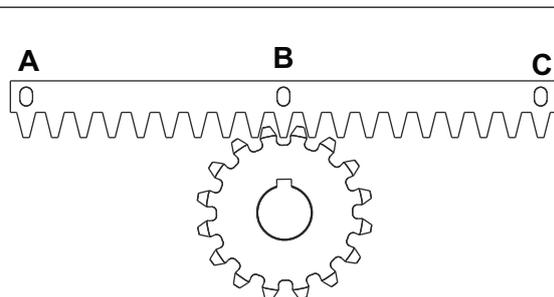
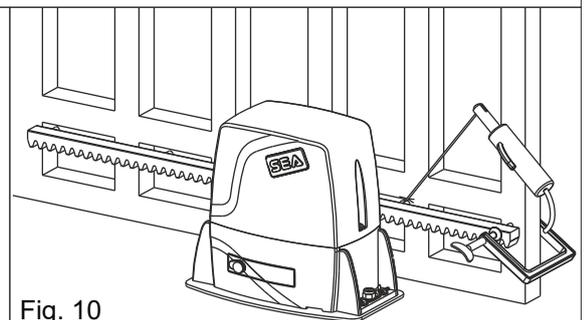

Fig. 9
Fig. 10
**5.3.** Das Zahnstangenelement parallel zur Bodenschiene des Tores, auf das Ritzel des Antriebs legen, siehe Abb. 9, ausrichten und den mittleren Stift **B** an die Torstruktur festschweißen (Abb. 10)